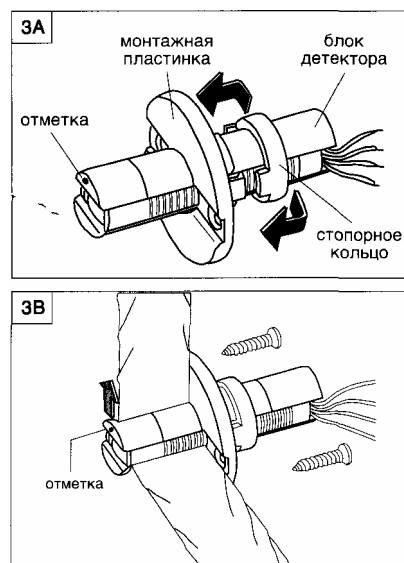

Рисунок 3 (А и Б). Установка за стеной, модели 007.1, 007.2
2. Держите блок детектора с боковых сторон и вставьте его, со стороны линзы, в монтажную пластинку (Рисунок 3А).
4. Установите стопорное кольцо на заднюю часть блока детектора и передвигайте его через насечки на монтажной пластинке до тех пор, пока блок детектора не займет устойчивого положения в монтажной пластинке (Рисунок 3А).
6. Установите на горизонтальную линию отверстия для винтов на монтажной пластинке и убедитесь, что отметка на передней части блока детектора находится сверху (Рисунок 3Б).
7. Вставьте блок детектора, начиная с передней части, с отметкой на передней части сверху (Рисунок 3Б), в отверстие и закрепите монтажную пластинку к задней части стены с помощью имеющихся винтов.